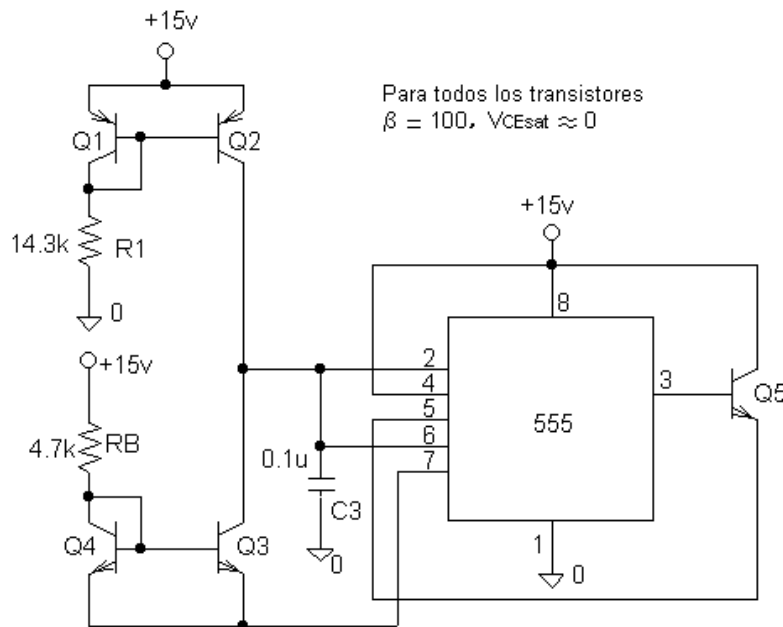

Figura 4.2 Circuito problema N° 2.
4.2 **Problema N°2.** En el circuito de la figura 4.2, se ha determinado el valor de la resistencia R_B para que el mismo oscile a 1 kHz, demuestre mediante simulación en *DesingLab 8* la afirmación anterior.